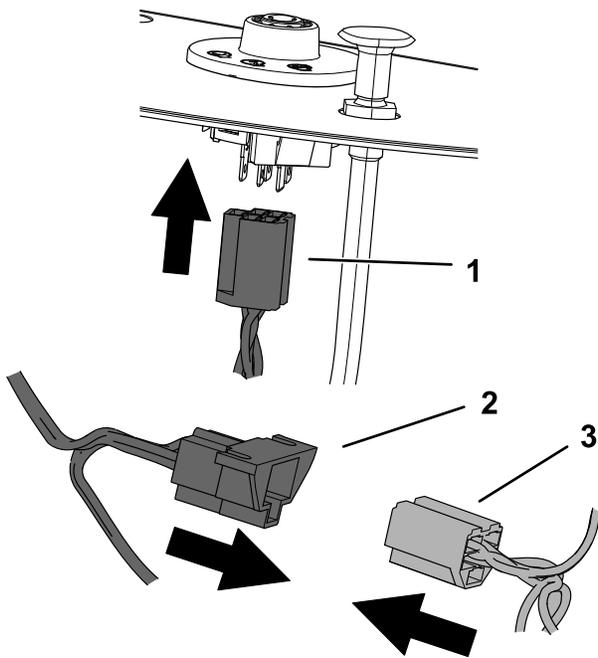

Figure 7
3. Branchez le connecteur d'entrée du commutateur d'allumage du faisceau du kit sur le commutateur d'allumage (Figure 7).
4. Branchez le connecteur de sortie du commutateur d'allumage sur le connecteur correspondant du faisceau de la machine (Figure 7).